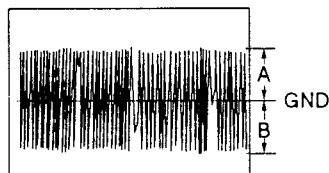

Fig. 2 Amplitud máxima
6. Lentamente haga girar la retícula a la izquierda desde la posición de pista hasta que la amplitud de la forma de onda sea máxima. (Fig. 2)
2. Ajuste VR602 hasta que las amplitudes positiva y negativa de la forma de onda del error de seguimiento sean iguales. (Fig. 2)